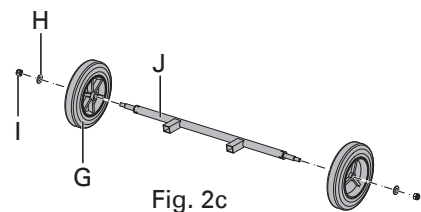

Fig. 2c
- Deslice una rueda (G), una arandela plana grande 10 (H) y una tuerca de bloqueo M10 (I) hacia el eje de la rueda (J), y coloque la rueda correctamente apretando la tuerca de bloqueo M10. Repita el proceso con la segunda rueda (Fig. 2c).